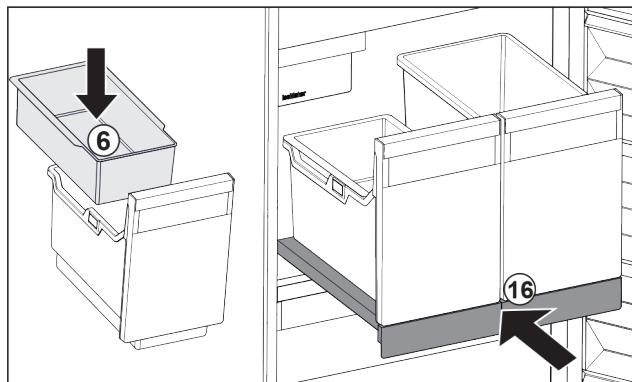

Fig. 29
- Vložte závesnú misku Fig. 29 (6) na kocky ľadu.